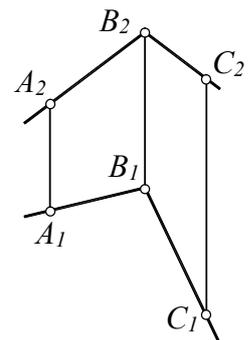

Рис. 1
39. Определить истинную величину угла ABC способом вращения вокруг линии уровня (рис. 1).